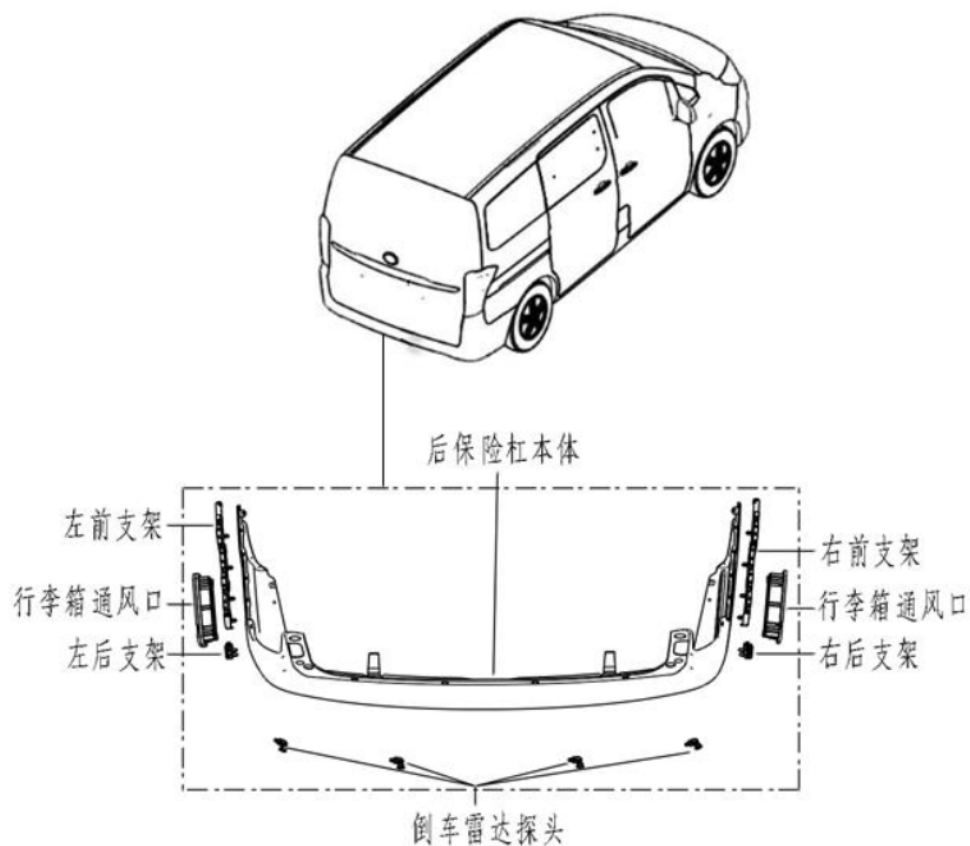

图1-8-1 后保险杠系统组件
- (1)、拆除散热器导流板在水箱上横梁及防撞梁上的四处子母扣（图 1-8-1 标识中的 1）；
- (2)、适当扭曲散热器导流板使其可以从防撞梁及冷凝器之间的缝隙中穿过、取出；
- (3)、完成上述操作即可完成散热器导流板的拆卸；